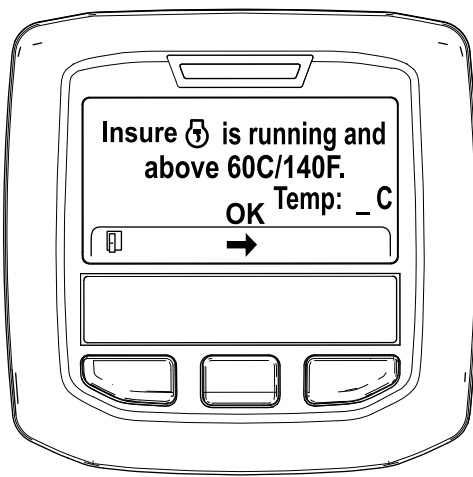

Bild 52
5. Wenn die Kühlmitteltemperatur unter 60°C liegt, wird die Meldung „Insure is running and above 60C/140F“ angezeigt (Bild 52).